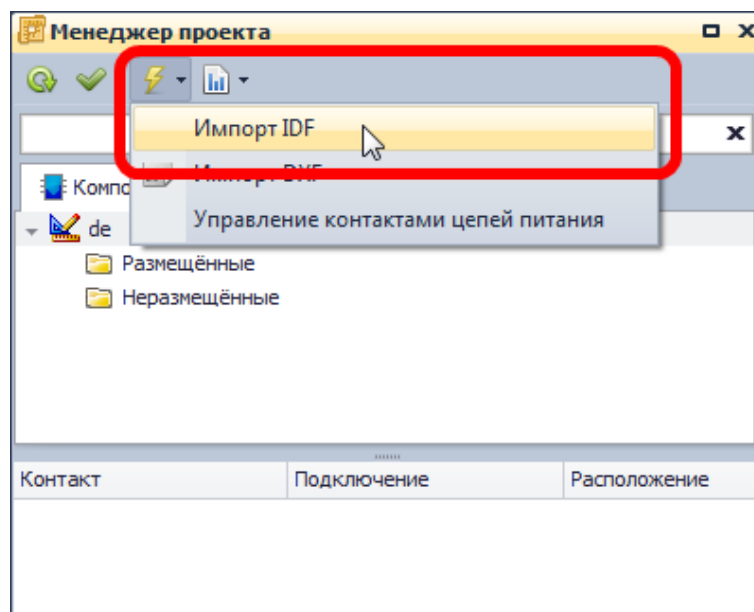

Рис. 729. Вызов импорта IDF
3. В группе команд «Действие», обозначенных кнопкой ⚡, выбрать пункт «Импорт IDF», см. Рис. 729.